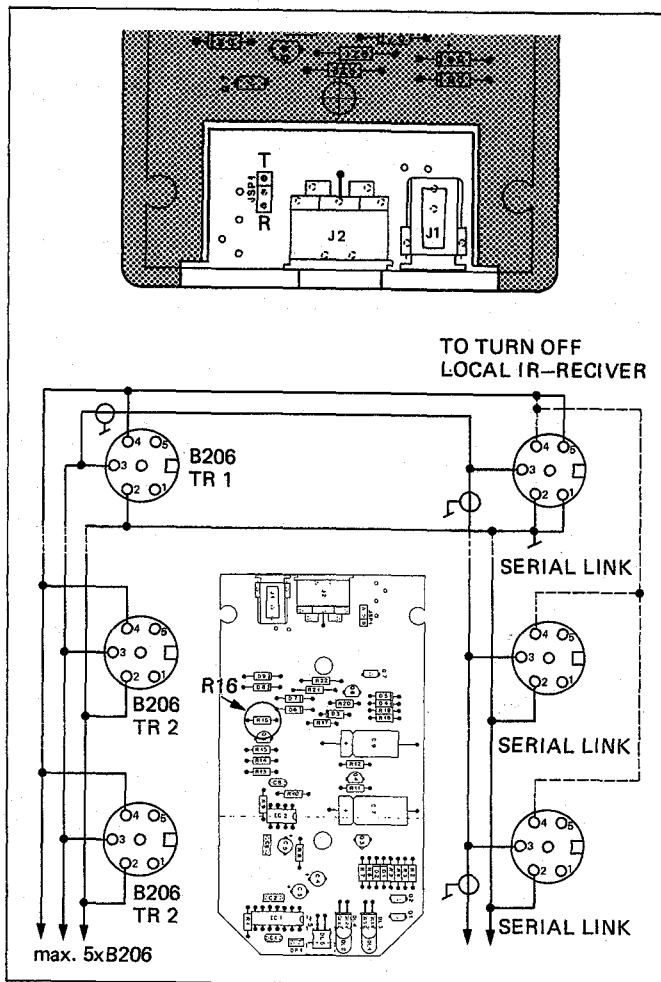

Fig.4.1
2. DIN-Stecker für den B206 • Transceiver und die SERIAL LINK-Buchse nach Fig.4.1 verdrahten.
* Bei allen Geräten mit SERIAL LINK kann der geräteinterne IR-Empfänger ausgeschaltet werden. (Im Stecker Pin4 mit Pin5, sowie Pin1 mit Pin2 verbinden. Vorsicht bei parallel geschalteten Geräten: siehe Fig. 4.1).